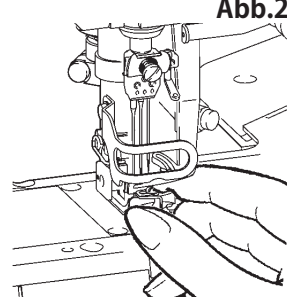

Abb.2
- Kontrollieren Sie den Presserfuß auf festen Sitz. Lüften Sie dazu den Presserfuß mit dem Presserfußlüfter und versuchen Sie, ihn nach vorne und hinten bzw. nach links und rechts zu schieben. (Abb. 2)